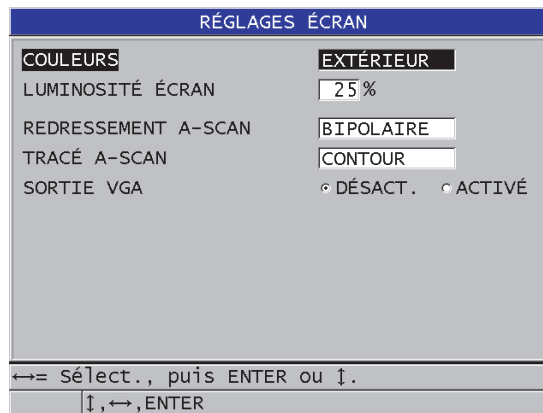

Figure 4-3 Écran RÉGLAGES ÉCRAN
2. Dans l'écran **RÉGLAGES ÉCRAN** (Figure 4-3 à la page 70), sélectionnez le paramètre et la valeur désirés pour les paramètres suivants :